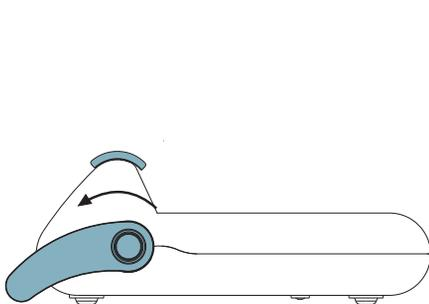

Fig.2
- 3▶ Tire de la palanca hasta su trabamiento, será emitido un bip (Fig. 2), dando inicio al sellado (6 segundos). Al fin de este tiempo, el LED  se encenderá y dos bips serán emitidos continuamente. Obs.: después de 5 minutos con la palanca abajada, la selladora será apagada.